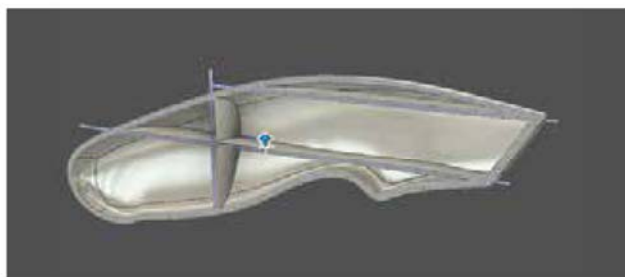

图 2-49
(6) **网状加强筋**: 使用开放的草图曲线创建薄壁特征。将垂直于平面创建网状加强筋。选择曲线, 然后指定厚度, 如图 2-49 所示。